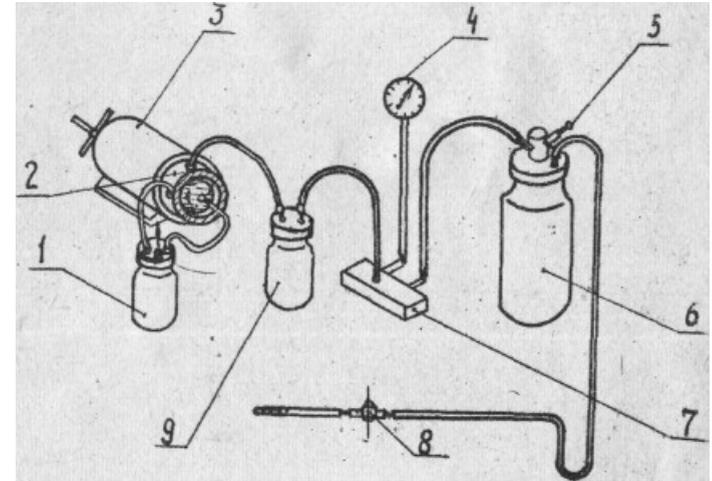

Рис.3. Принципиальная схема
6.3. Соединить трубку идущего от вакуумметра, с одним из штуцеров основания, трубку идущую от банки с другим /смотри принципиальную схему рис.3/.